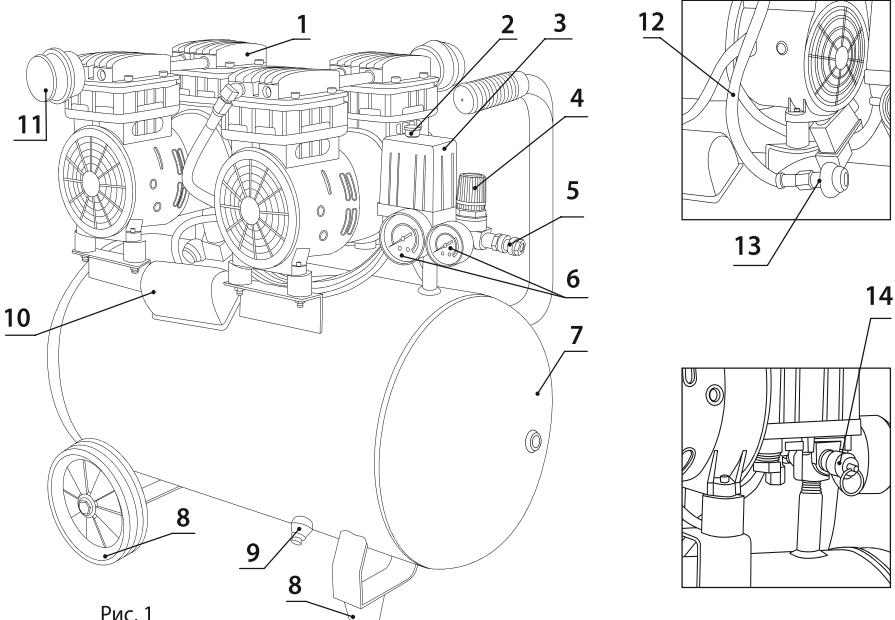

Рис. 1
9. Обеспечьте свободный доступ к выключателю (Рис. 1, п. 2), выходному штуцеру (Рис. 1, п. 5) и сливному клапану (Рис. 1, п. 9). Для обеспечения хорошей вентиляции и эффективного охлаждения необходимо, чтобы компрессор находился на расстоянии не менее 1м от стены.
3. Закройте сливной клапан (Рис. 1, п. 9).
4. Отключите подачу давления, закрутив регулятор давления (Рис. 1, п. 4).
5. Подключите к выходному штуцеру компрессора (Рис. 1, п. 5) пневмошланг с подсоединенными пневматическим инструментом и убедитесь в надежности соединения.
9. Реле давления (Рис. 1, п. 3) автоматически выключит электродвигатель компрессора при достижении максимального давления (Таблица №1) и включит электродвигатель компрессора, когда происходит отбор сжатого воздуха и давление в ресивере упадет ниже установленного значения.
Рабочее давление на выходе может изменяться непосредственно в процессе работы регулятором (Рис. 1, п. 4).